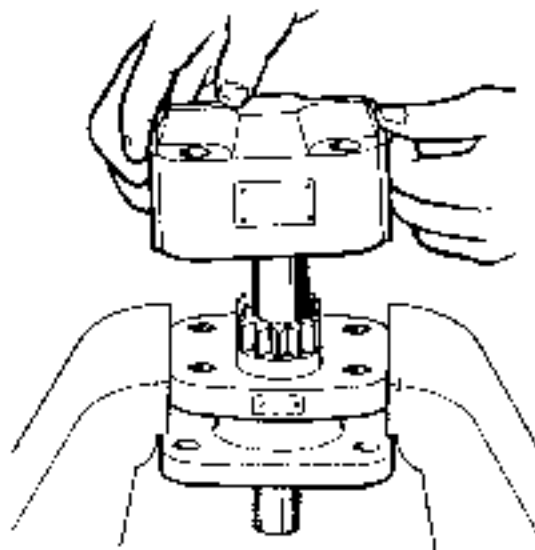

Fig. 7
8. Tap the end of special frame ④ with a copper hammer or a plastic hammer and remove it. The special frame is provided with O-rings ⑤ and ⑥. Take care not to damage them.
9. Remove the pump main body by following the procedures 3, 4 and 5. (Fig. 7)
8. 特殊フレーム④の端部を銅ハンマー又はプラスチックハンマーで軽く叩き上げて外す。特殊フレームには、Oリング⑤、⑥がついているので傷つけない様にして下さい。
9. 3. 4. 5.と同様にして本体を外す。(Fig. 7)
10. ドライブシャフト⑦、アイドルギヤ⑧を外す。